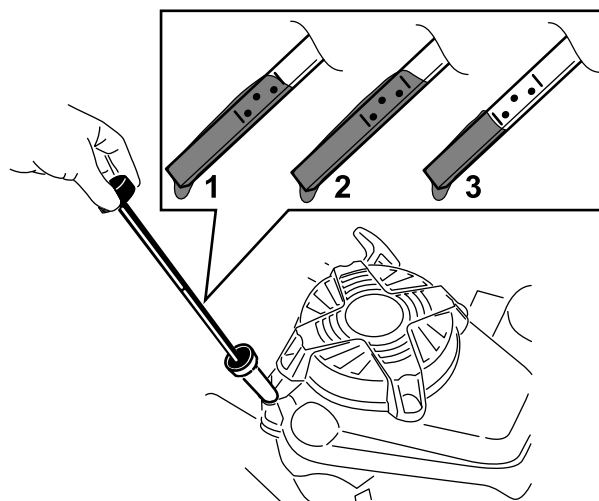

Figura 26
3. Retire la varilla girando el tapón en el sentido contrario a las agujas del reloj y tirando del mismo (Figura 26).
- Observe en la varilla el nivel de aceite (Figura 26).